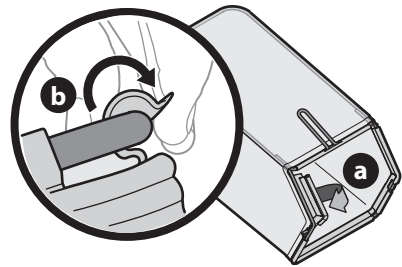

Figura 6
1. Para montar el colector de césped, proceda de la siguiente manera (Figura 6).